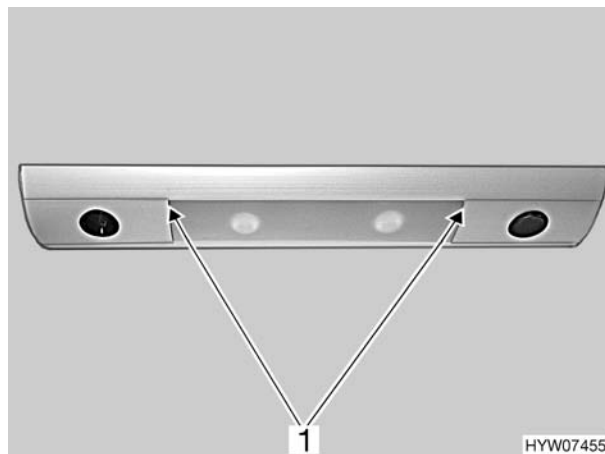

Fig. 209 Luce piano di lavoro/luce area cottura
- Tirare il vetro della luce (Fig. 209,1). Iniziare ad estrarre tirando a destra o a sinistra.